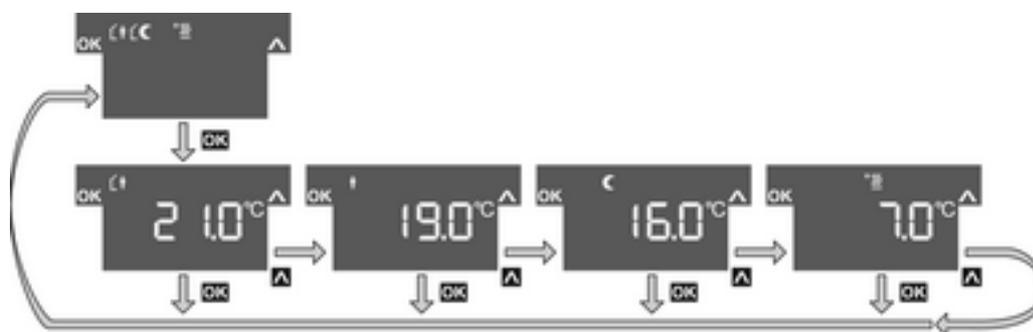

Figure 6
- Le mode de fonctionnement actif est affiché avec sa température de consigne (figure 6).